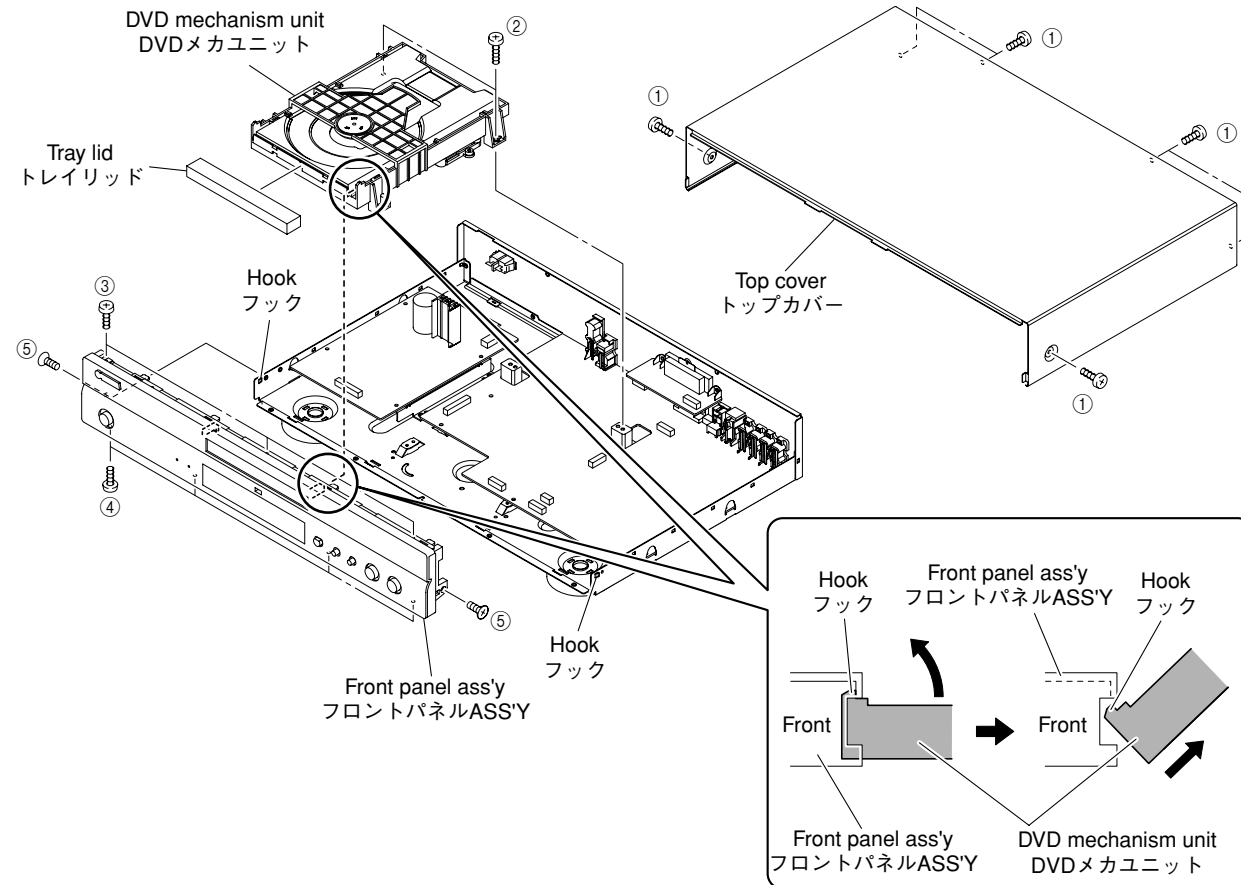

Fig. 1
- Remove 6 screws (①). (Fig. 1)
- Lift up the rear side of the top cover, then remove rearward. (Fig. 1)
- ①のネジ6本を外します。(Fig. 1)
- トップカバーの後ろを持ち上げ、後方へ取り外します。(Fig. 1)
- Remove the tray lid and close the tray. (Fig. 1)
- Remove 2 screws (②). (Fig. 1)
- トレイリッドを外し、トレイを閉じます。(Fig. 1)
- ②のネジ2本を外します。(Fig. 1)
- Lift up the rear side of the DVD mechanism unit, then remove 2 hooks and remove rearward. (Fig. 1)
- DVDメカユニットの後ろを持ち上げ、フック2箇所を外し、後方へ取り外します。(Fig. 1)
- Remove 3 screws (③) and 4 screws (④). (Fig. 1)
- Remove 2 screws (⑤). (Fig. 1)
- Remove 2 hooks and then remove the front panel ass'y forward. (Fig. 1)
- ③のネジ3本、④のネジ4本を外します。(Fig. 1)
- ⑤のネジ2本を外します。(Fig. 1)
- フック2箇所を外し、フロントパネルASS'Yを前方へ取り外します。(Fig. 1)